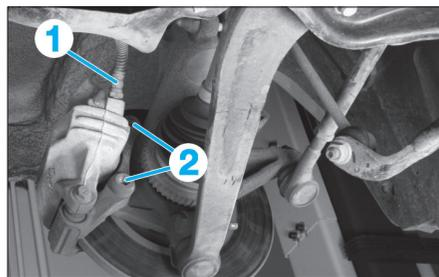

Fig. 6
• Désaccoupler le flexible de frein (1) (Fig.6).